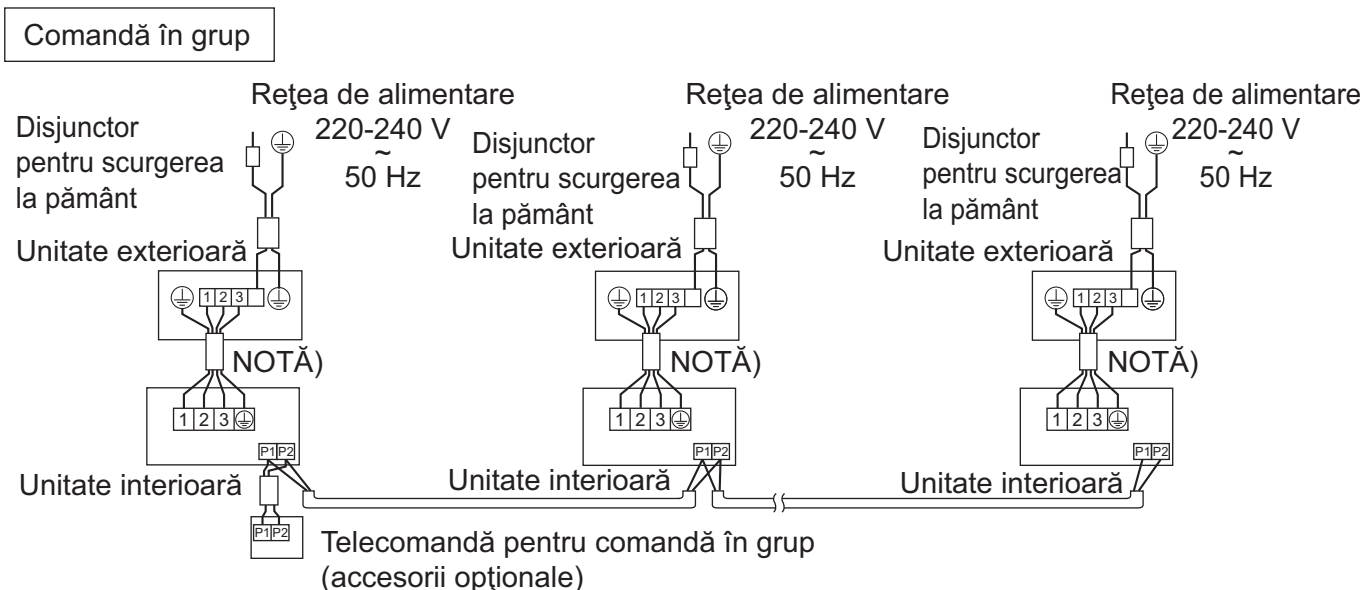

Fig. 42
- **Control de grup:** 1 telecomandă controlează până la 16 unități interioare (Toate unitățile interioare funcționează în conformitate cu telecomanda). (**Consultați Fig. 42**)
- (1) Scoateți capacul cutiei de comandă.
- (2) Conectați cablajul de joncțiune între bornele (P1, P2) în interiorul cutiei de comandă pentru telecomandă. (Nu există polaritate.) (**Consultați Fig. 42 și Tabelul 2**)